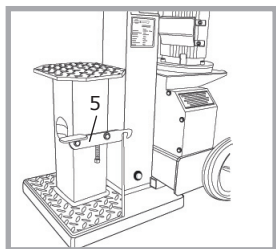

Abb. 7
Wenn das Spaltmesser in seine Ausgangslage zurückgefahren ist, muss der Schwenktisch unter den nach oben gefahrenen Stamm gedreht werden. Der Schwenktisch muss für den nachfolgenden Spaltvorgang am Ständer anliegen (siehe Abb. 7). Der Arretierungshebel (5) sollte dabei einhaken. Betätigen Sie anschließend die Bedienhebel, so dass der Stamm auf dem Schwenktisch aufsetzt. Halten Sie nun den Stamm, indem Sie den Bedienhebel nach innen drücken, mit der Holzklemmung fest. Nun kann der Holzstamm weiter durchgespalten werden.